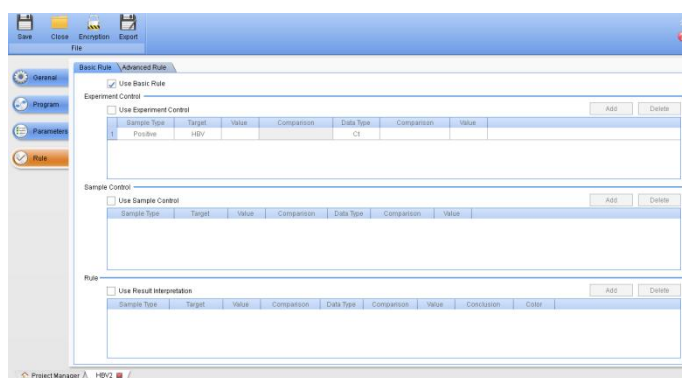

Fig 7-6
- 6 Faceți clic pe **Regulă** fila pentru a merge la ecranul regulilor de interpretare. Dacă regulile de interpretare a rezultatului kit-ului sunt simple, selectați **Utilizați regula de bază**. Dacă regulile de interpretare sunt prea complicate pentru a fi efectuate de Basic Rule, trebuie să selectați **Utilizați o regulă avansată**. Vă rugăm să contactați furnizorul de reactivi pentru regulile avansate ale trusei. Regula de bază (Fig 7-6) este împărțită în trei elemente: **Controlul experimentului** este folosit pentru a determina dacă experimentul este valid sau nu; **Sample Control** este utilizat pentru a determina dacă eșantionul este valid sau nu; **Interpretarea rezultatelor** este utilizat pentru a analiza rezultatele eșantionului și a genera concluzii.